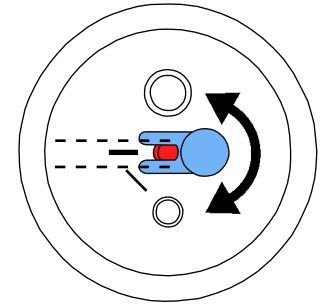

图 17
- 定量喷嘴必须用 25 - 70  $\mu\text{m}$  砂罐来调整（图 17）！